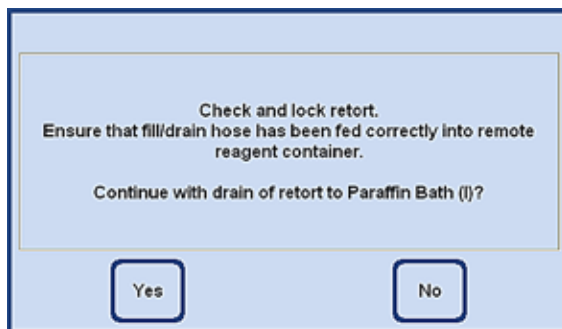

Bild 184
- Följande säkerhetsuppsmaning måste bekräftas innan du kan fortsätta (bild 184).